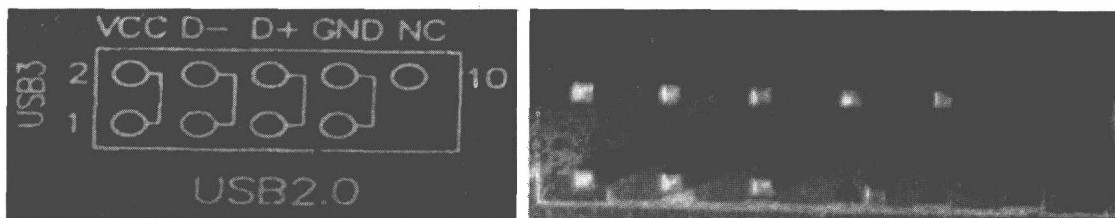
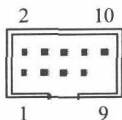
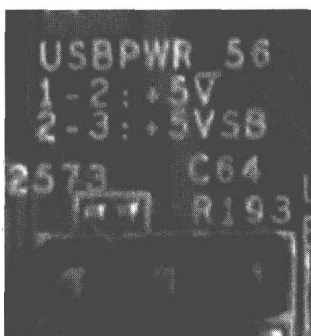

图 1-5 主板前置 USB 跳线说明及排插
图 1-6 主板前置 USB 连线的颜色对应的 USB 接口定义说明
图 1-7 USB 接口的供电跳线说明
(2) **USB 接口跳线：**设置 USB 前置跳线应先找到 USB 跳线说明（如图 1-5 左所示），然后根据机箱上的 USB 连接线的颜色（如图 1-6 所示），分别对应地插到主板上的 USB 排插上面（如图 1-5 右所示）。若此跳线跳错，会造成 USB 接口不能用或烧主板。若主板后置 USB 接口不能用，首先要检查主板的 USB 供电跳线设置是否正确，USB 供电跳线如图 1-7 所示，跳任何一端，USB 均可正常使用。